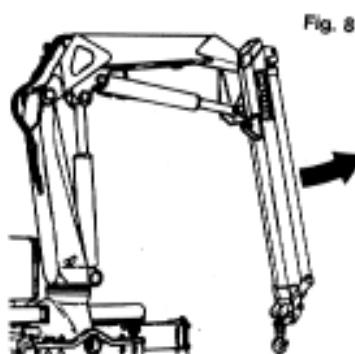

Fig. 8
- 3) Articuler le bras secondaire pour obtenir le dépliage (fig. 8).
- 3) Articulate secondary boom to open (fig. 8).
- 3) Vouw de knik-arm uit (afb. 8).